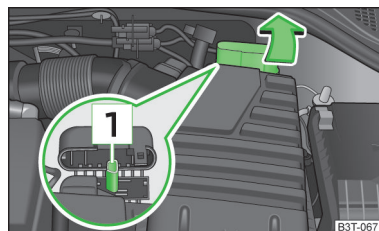

Fig. 189
Sur les véhicules dont la batterie est située dans le coffre à bagages, il n'est possible de brancher le pôle positif de la batterie fournissant le courant que sur le point d'aide au démarrage dans le compartiment moteur du véhicule à démarrer » fig. 189 !
- Relevez le capuchon de protection du point d'aide au démarrage dans le sens de la flèche » fig. 189.